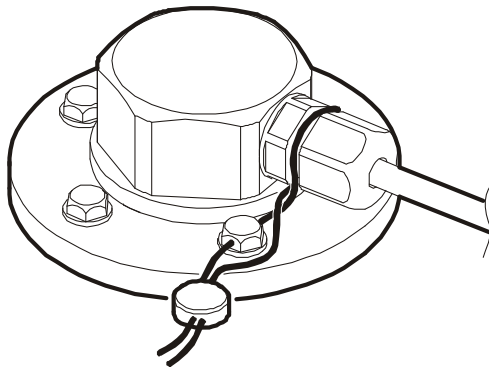

Рис. 4.4 – Спосіб пломбування встановленого Датчика
4.2.2 Для пломбування вимірювальної головки (рис. 4.4):